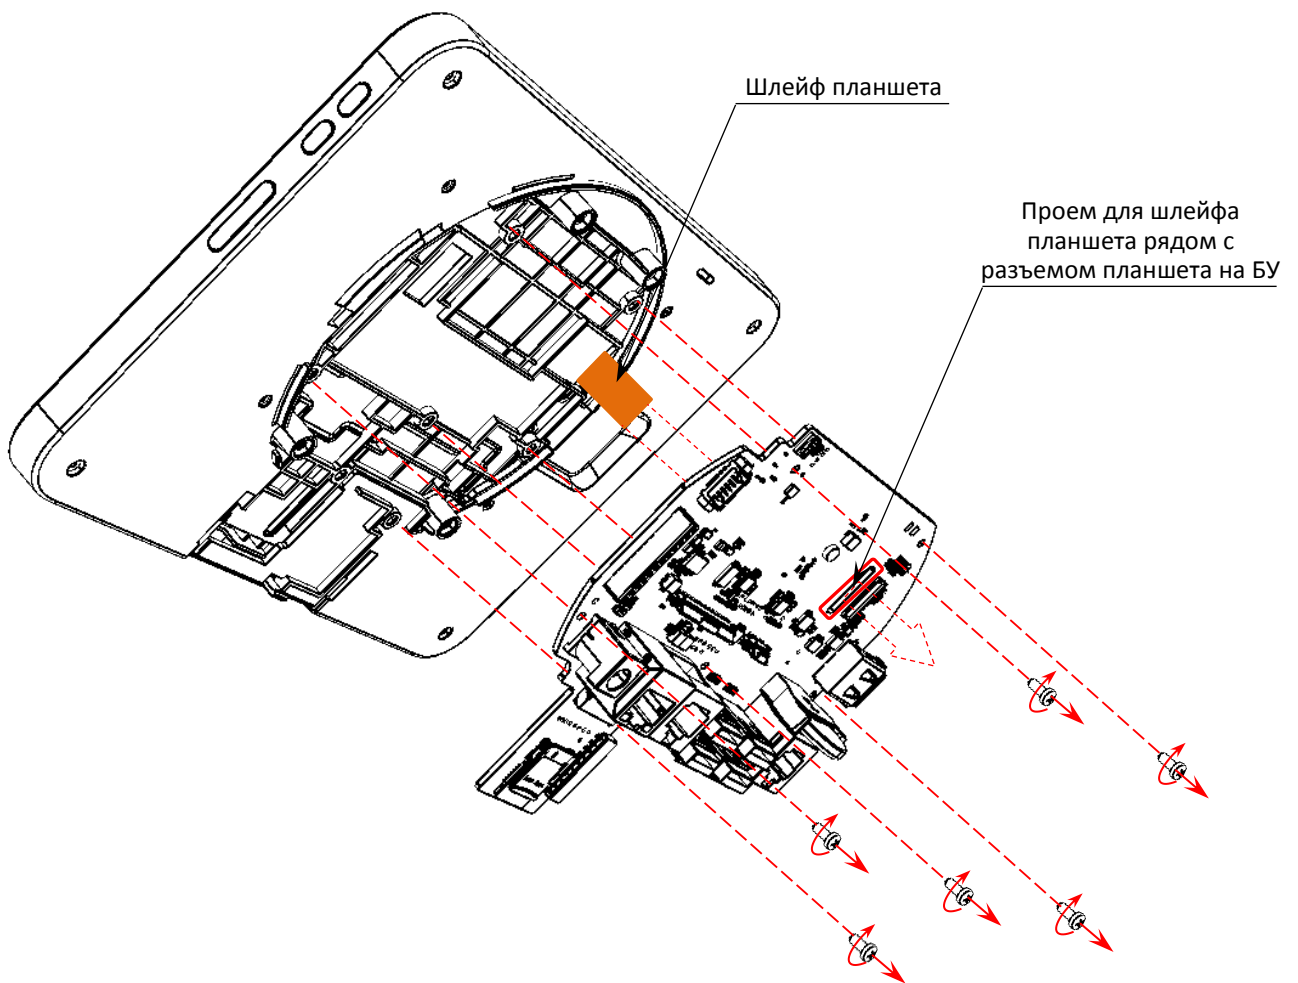

Рисунок 33. Отделение блока управления от планшетной части
8. Подвести новый экземпляр блока управления к планшетной части, продеть кабель планшета в проем (см. рисунок 33).